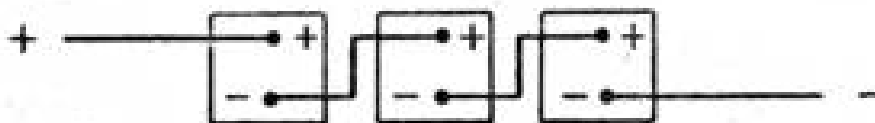

Рис.1. Последовательное соединение элементов
- 7.2. Подключите ЗУ к аккумуляторному блоку напряжением 120В (10шт АКБ по 12В или 20шт АКБ по 6В). Для подключения использовать многожильный провод в одинарной изоляции по типу ПВЗ сечением не менее 4 квадратов. При подключении аккумуляторного блока к ЗУ строго соблюдайте полярность. Если Вы используете несколько аккумуляторных батарей, то их необходимо соединить последовательно (см. рис.1).